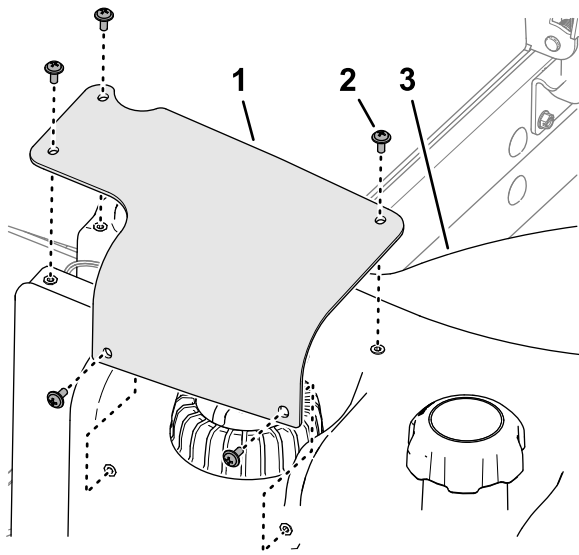

图 90
7. 将燃油发送器盖上的孔与油箱上的孔对齐然后用 5 颗十字头螺丝将盖固定到油箱上图 90。